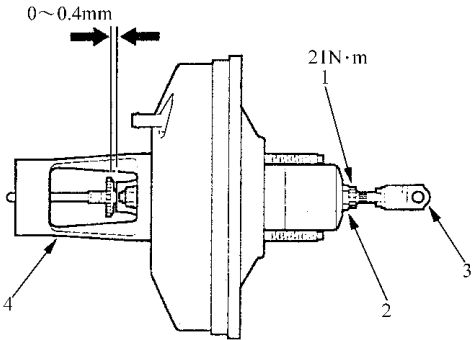

图 8-34 调整间隙
5) 如果间隙不正确, 如图 8-34 所示, 则松开星形锁紧螺母, 向内或向外转动调节器进行调整。给助力器施加规定的真空, 来调整间隙。调整时, 夹紧 U